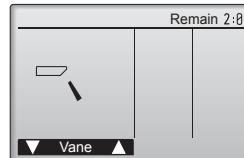

Fig. 7-6
- ① Compruebe la paleta automática con los botones **F1** **F2**. (Fig. 7-6)
- ② Pulse el botón **⑤** para volver a "Test run" (Modo prueba).
- ③ Pulse el botón **④**.